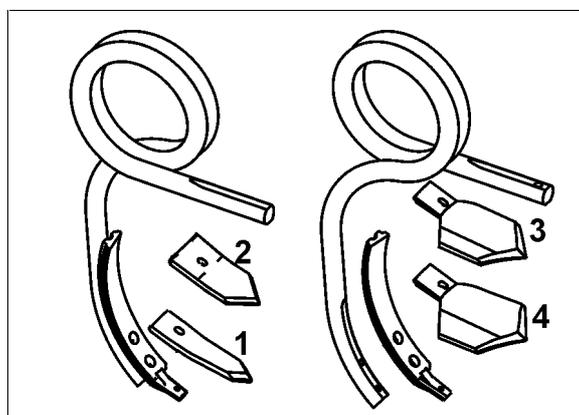

Fig. 15
- o como pala de punta (Fig. 15/1)
- o como pala de rastros (Fig. 15/2)
- o como pala ancha (Fig. 15/3,4)